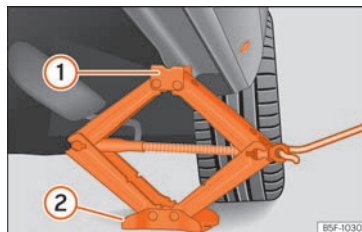

Abb. 222 Längsträger: Wagenheber ansetzen.
- Drehen Sie die Kurbel des unter dem Aufnahmepunkt des Längsträgers befindlichen Wagenhebers, bis sich die Nase ① >>> (Abb. 222) unter der vorgesehenen Einführung befindet.
- Richten Sie den Wagenheber so aus, dass sein Aufnahmehorn ① in die dafür vorgesehene Aufnahme am Längsträger „greift“ und die bewegliche Grundplatte ② plan auf dem Boden